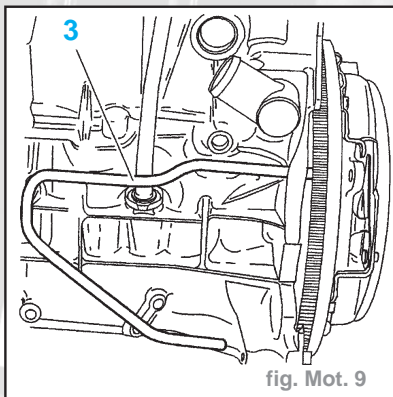
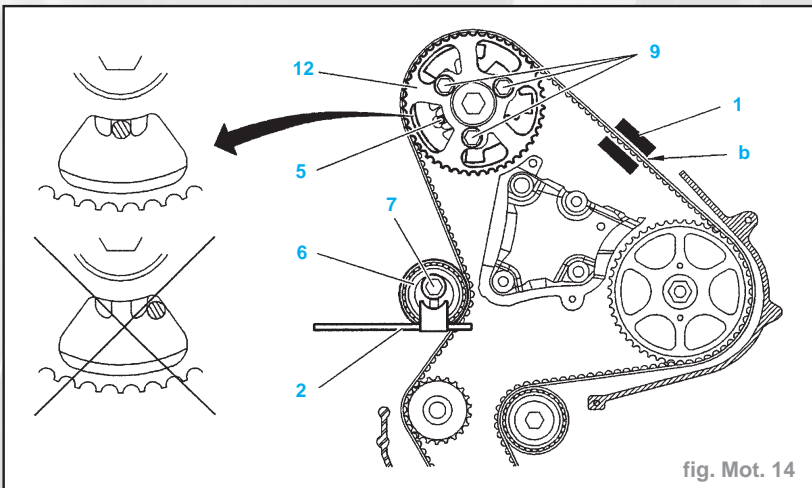

fig. Mot. 9
fig. Mot. 14
- Piger le volant moteur à l'aide de l'outil (3) (-) **0288D** (fig. Mot. 9).
- Déposer l'outil (4).
- Mettre en place l'outil (1) SEEM CTG 105.5M sur le brin "b" (fig. Mot. 14).
- Tourner le galet tendeur (6) dans le sens anti-horaire avec l'outil (2) (-) 188J2, pour atteindre une surtension de 98 ± 2 unités SEEM.
- Serrer la vis (7) du galet tendeur à $2,5$ daN.m.
- Déposer une vis (9) du pignon (12) pour vérifier que ces vis ne sont pas en butée de boutonnrières.
- Serrer les vis (9) à 2 daN.m
- Déposer les outils (1) (2) (3) et (5).
- Poser l'outil (3) (fig. Mot. 9).
- Desserrer les vis (9) (fig. Mot. 14).
- Poser l'outil (5).
- Desserrer la vis (7) pour libérer le galet tendeur.
- Poser l'outil (1).
- Tourner le galet tendeur (6) dans le sens anti-horaire avec l'outil (2) pour atteindre une surtension de 54 ± 2 unités SEEM.
- Serrer la vis (7) du galet tendeur à $2,5$ daN.m
- Déposer l'outil (1).
- Déposer les outils (1) (3) et (5).
- l'outil (6) (fig. Mot. 9)